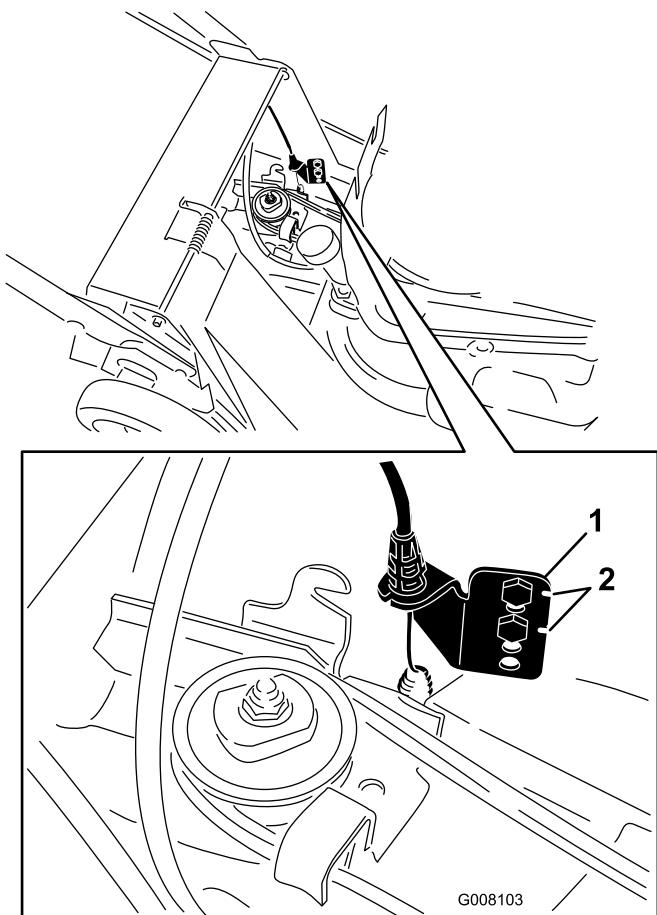

Figura 30
7. Retire los tornillos del soporte de anclaje inferior (Figura 30).
8. Mueva el soporte de anclaje un taladro hacia arriba (Figura 30).
Nota: Cuando instale una correa nueva, vuelva a colocar el soporte de anclaje inferior a su posición original de fábrica, indicada por las muescas situadas junto a los taladros del soporte (Figura 30).